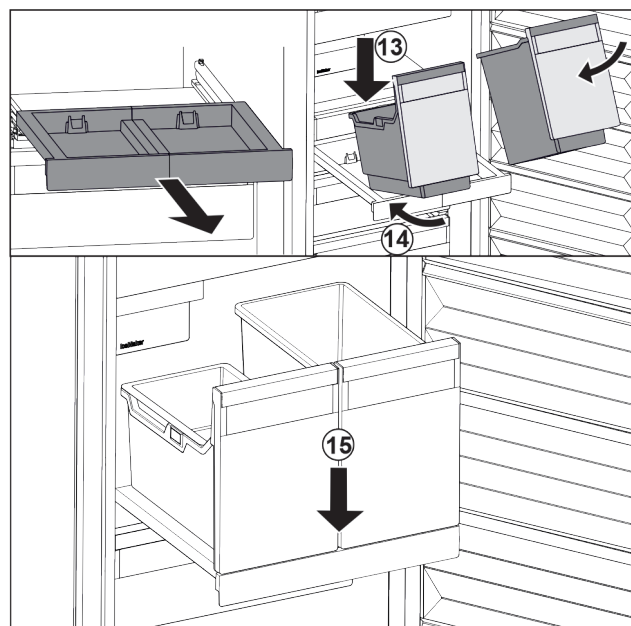

Fig. 86
- Placer les bacs sur le compartiment coulissant en les inclinant. Fig. 86 (13)
- Pousser les bacs jusqu'au fond en les inclinant. Fig. 86 (14)
- Déposer les bacs par l'avant. Fig. 86 (15)